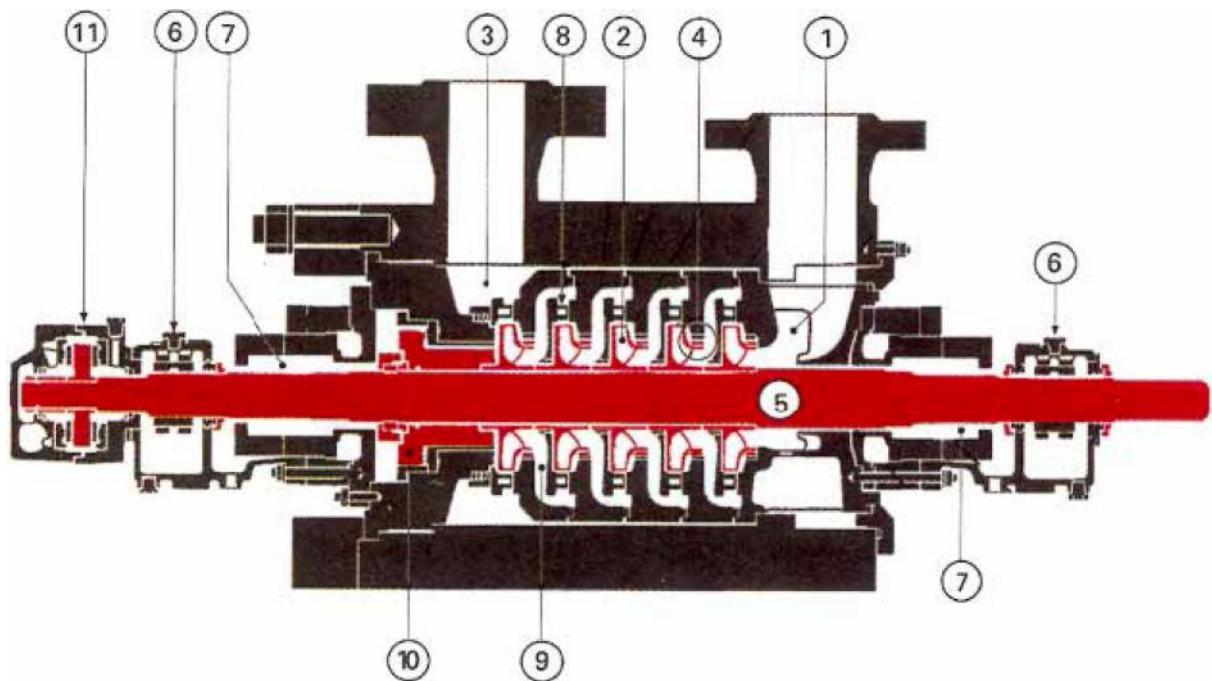

Figure 1 – Pompe centrifuge multicellulaire
Dans une pompe centrifuge multicellulaire telle que celle représentée par la figure 1, on rencontre trois types d'étages :
- L'impulseur (repère (2), figure 1) apporte au fluide la totalité de l'énergie nécessaire au processus de pompage ; il est, de ce fait, l'élément primordial de l'étage. Cet impulseur diffère un peu de celui de la pompe monocellulaire, car il est traversé par un arbre dont les dimensions sont loin d'être négligeables. Les dimensions de l'œillard sont donc augmentées. Le diamètre d'entrée dans les aubes de la roue est plus grand. Les aubes sont souvent plus courtes et peuvent différer en nombre d'une unité.
- Le diffuseur (repère (8), figure 1) est, dans le mode de réalisation représenté, pratiquement identique au diffuseur d'une pompe monocellulaires, mais il peut dans d'autres modes de réalisation en différer sensiblement.
Des dispositifs d'étanchéité internes (repère (4), figure 1) sont semblables à ceux des pompes monocellulaires et sont destinés à limiter les débits de fuite internes vers l'aspiration de l'impulseur.